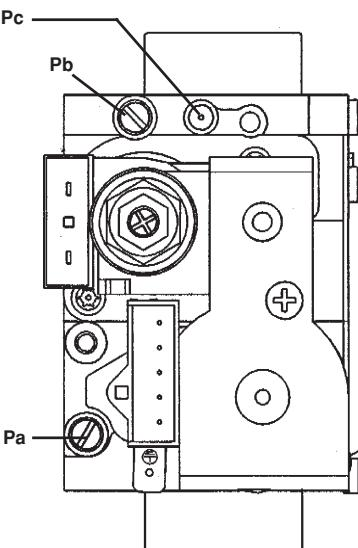

Рисунок 12
- Присоединить линию положительного давления дифференциального манометра, желательно водяного типа, к точке отбора давления (Pb) газового клапана (см. рис. 12). Если котел имеет герметичную камеру, приделать к линии отрицательного давления того же дифманометра подходящий тройник, позволяющий соединить между собой уравнительную линию котла, уравнительную линию газового клапана (Pc) и сам манометр. (Чтобы произвести этот замер, можно также подключить манометр к точке отбора давления (Pb) и снять переднюю панель герметичной камеры.)
- Открыть газовый кран и повернуть ручку (1) в положение ЗИМА (↗).
- Удостовериться, что динамическое давление подачи газа на котел, замеренное в точке отбора давления (Pa) газового клапана (см. рис. 12), равняется требуемому значению (37 мбар для пропана, 20 мбар для природного газа).